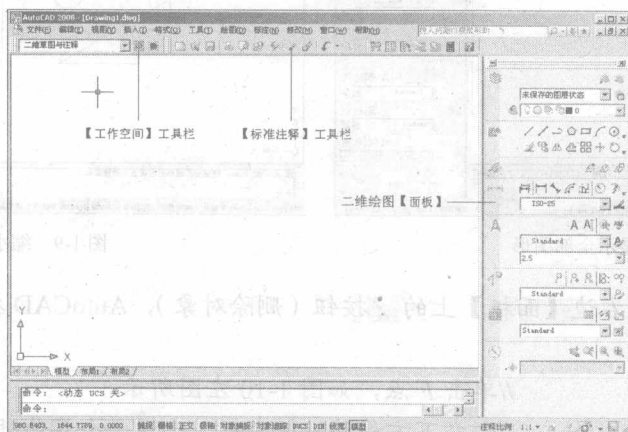

图 1-11 “二维草图与注释”工作空间
2. 打开【工作空间】工具栏中的下拉列表，选择【二维草图与注释】选项，进入“二维草图与注释”工作空间，如图 1-11 所示。该空间包含【工作空间】工具栏、【标准注释】工具栏及二维绘图【面板】。【面板】中包含了二维绘图常用的命令按钮，单击【工具】/【选项板】/【面板】就可打开或关闭该面板。